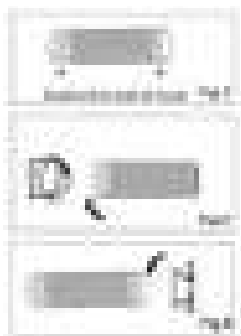

Рис.1
1. Витягніть обидві сторони шлангу (Рис. 1) і прикрутіть вхідний отвір шлангу (Рис. 2).